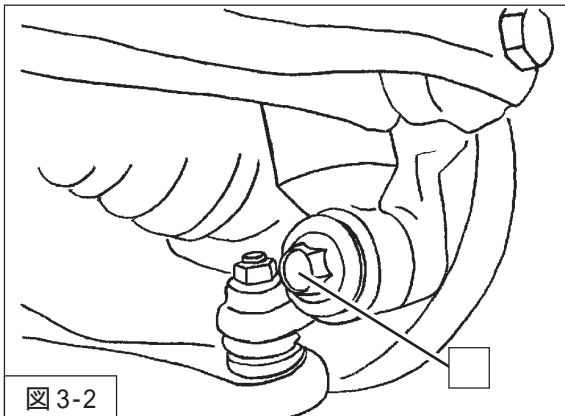

図3-2
3. ダンパーロア取付ボルトを取外してください。(図3-2)